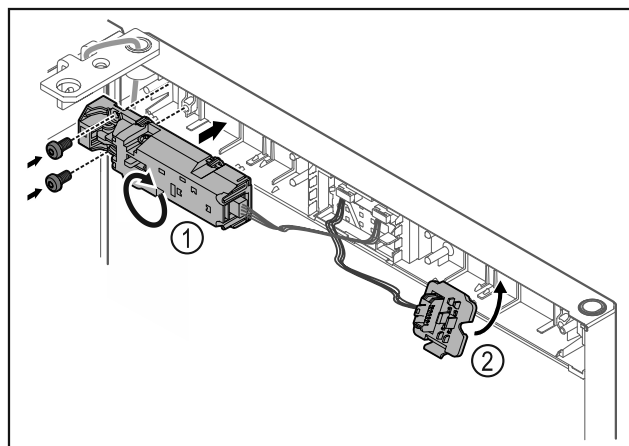

Fig. 24
- Vrid fjärrlåset Fig. 24 (1) 180 grader och sätt fast på den motsatta sidan.
- Tryck fast kontakthållaren Fig. 24 (2) på den motsatta sidan.